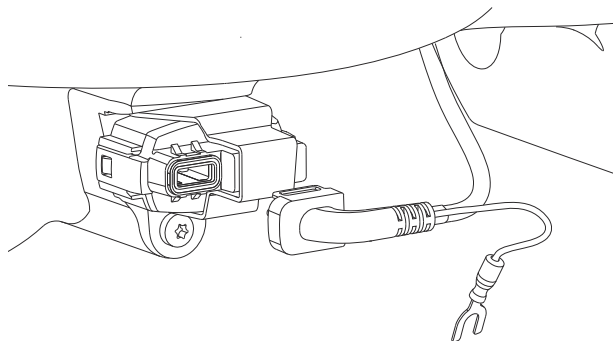

Рис. 9 Подключение кабеля датчика
9. Подключите новый кабель к датчику. См. рис. 9.